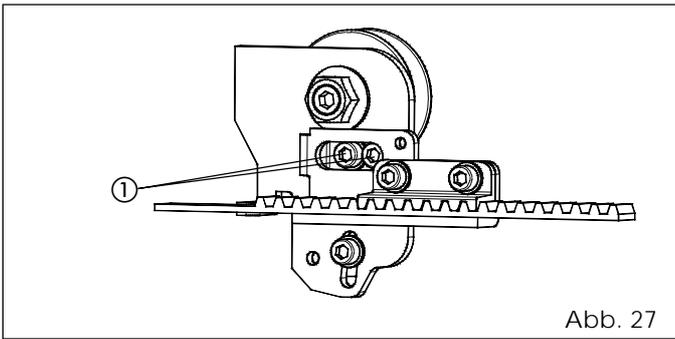

Abb. 27
- Die beiden Schrauben (Abb. 27 - Bez. ①) auf beiden Schlitten lockern.